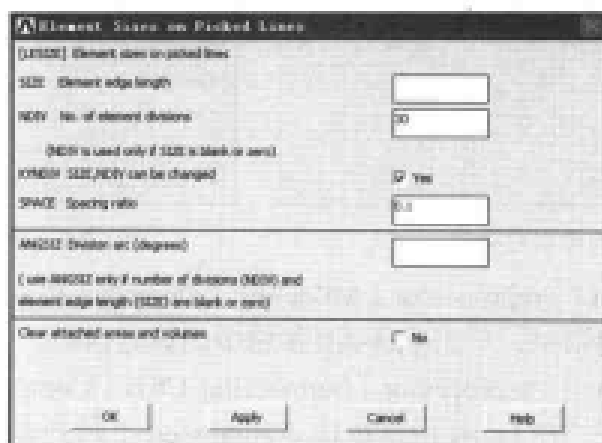

图 10-11 设置单元个数对话框
(7) 选择 Utility Menu | PlotCtrls | Numbering 命令, 出现 Plot Numbering Controls 对话框, 选择 LINE Line numbers 选项, 使其状态从 Off 变为 On, 其余选项均采用默认设置, 单击 OK 按钮关闭该对话框。
(8) 选择 Utility Menu | Plot | Lines 命令。
(9) 选择 Main Menu | Preprocessor | Meshing | Size Cntrls | ManualSize | Lines | Picked Lines 命令, 出现 Element Size on 菜单, 在文本框中输入 4, 5, 单击 OK 按钮, 出现 Element Sizes on Picked Lines 对话框, 在 NDIV No. of element divisions 文本框中输入单元个数 30, 在 SPACE Spacing ratio 文本框中输入 0.1, 如图 10-11 所示, 单击 OK 按钮关闭该对话框。
(10) 选择 Main Menu | Preprocessor | Meshing | Size Cntrls | ManualSize | Lines | Picked Lines 命令, 出现 Element Size on 菜单, 在文本框中输入 6, 7, 单击 OK 按钮, 出现 Element Sizes on Picked Lines 对话框, 在 NDIV No. of element divisions 文本框中输入单元